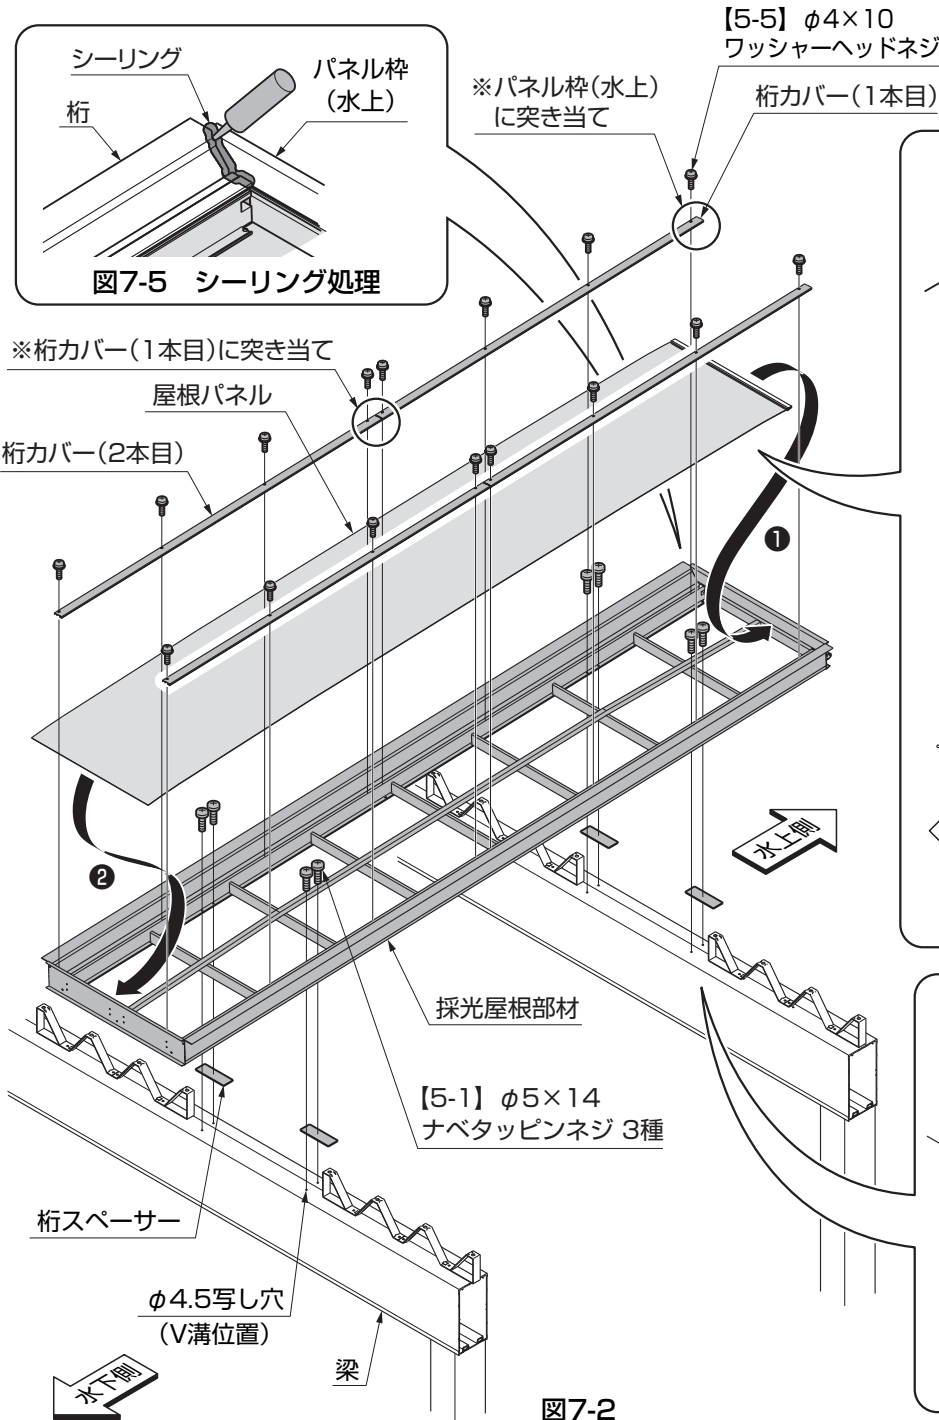

図7-2
- ①採光屋根部材をカーポートの上のせ、桁スペーサーを水上側に貼付けてください。(図7-1、図7-2参照)
- ②梁にφ4.5の写し穴をあけてください。(図7-2参照)
- ③採光屋根部材を梁に【5-1】で取付けてください。(図7-2参照)
- ⑥桁カバーを桁に【5-5】で取付けてください。(図7-2参照)